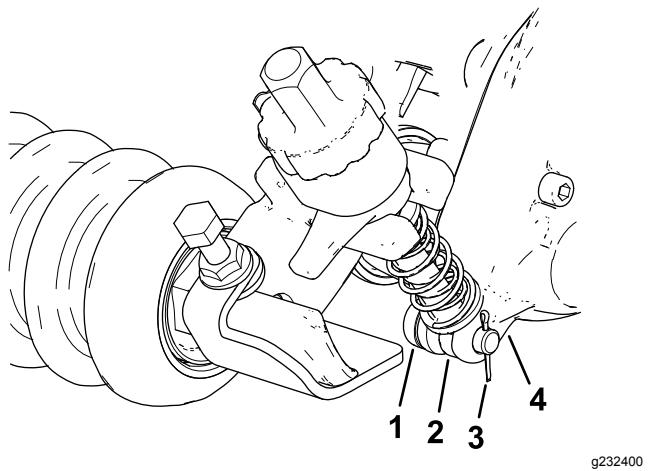

Figura 12
- No lado da caixa do rastelo, deslize a barra do braço de ajuste do suporte da altura de corte para o espaço na caixa de transmissão do rastelo e fixe-a com um pino de ajuste e um perno de gancho, como se mostra na Figura 12.